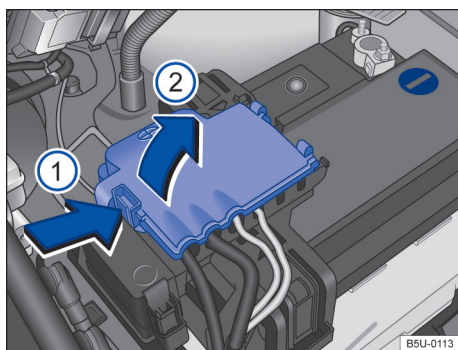

Fig. 149 Compartimento del motor: acceso al terminal positivo de la batería.
- Abrir la cobertura del polo positivo. Para abrir, presionar la traba en el sentido de la flecha → fig. 149 ⓘ, plegar la cobertura hacia el costado en el sentido de la flecha ②.